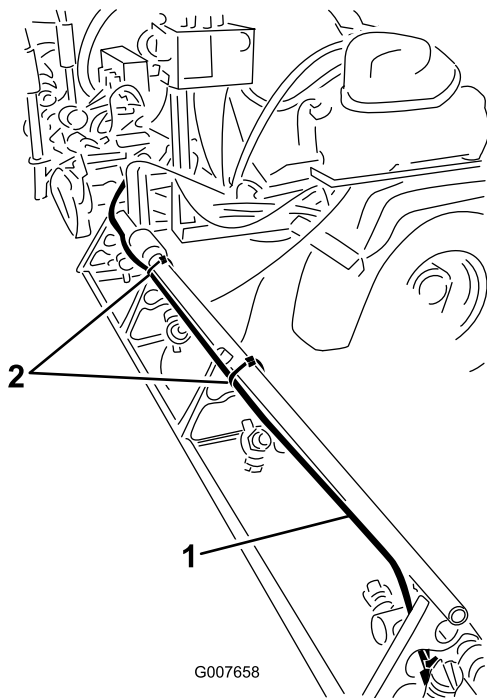

Bild 14
4. Verlegen Sie den Schlauch entlang der Rückseite der oberen Haltestange des äußeren Auslegerabschnitts, wie in Bild 14 abgebildet.
6. Befestigen Sie den Schlauch mit Kabelbindern am äußeren Auslegerabschnitt, wie in Bild 14 abgebildet.